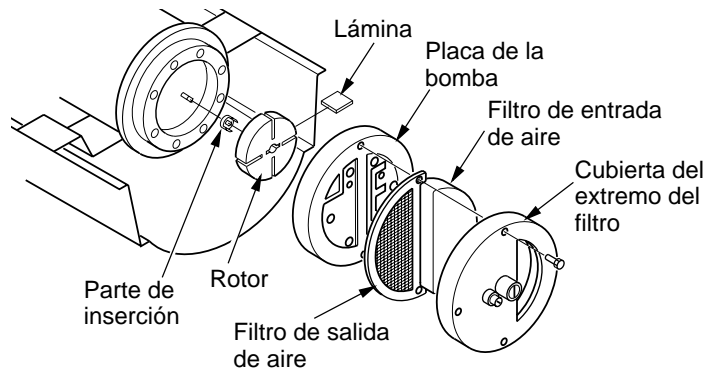

Figura 17 - Ubicación del rotor
2. Quite los tornillos de la cubierta del extremo del filtro utilizando un sacatuercas de 5/16 pulgadas (consulte la figura 17).
6. Desmonte el rotor, parte de inserción y láminas (consulte la figura 17).